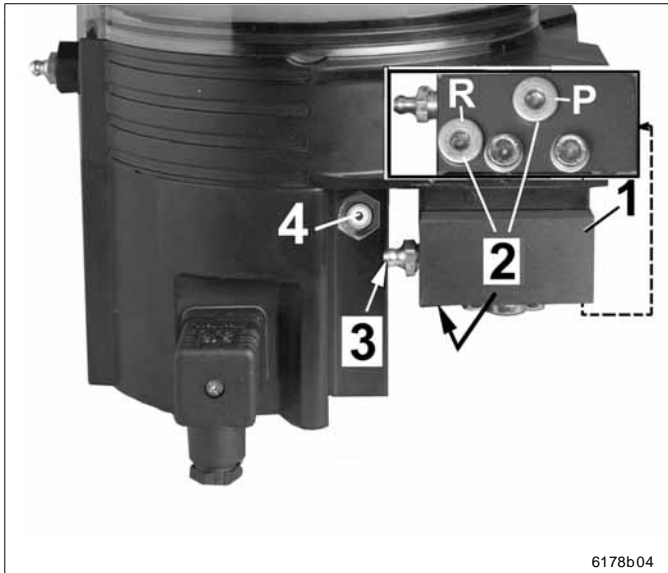

Abb. 6-3 QLS 401 ohne angebautes SSV Verteiler mit Anschluss für externen SSV Verteiler KN QLS
- Pumpe ohne angebauten SSV Verteiler bzw. mit externem Verteiler SSV KNQLS (siehe Abb. 6-3)
- Der Näherungsschalter ist mit einem 2 m Anschlusskabel und einem Anschlussstecker versehen, der an der Steckdose 4 (Abb. 6-3) des QLS 401 angeschlossen wird.